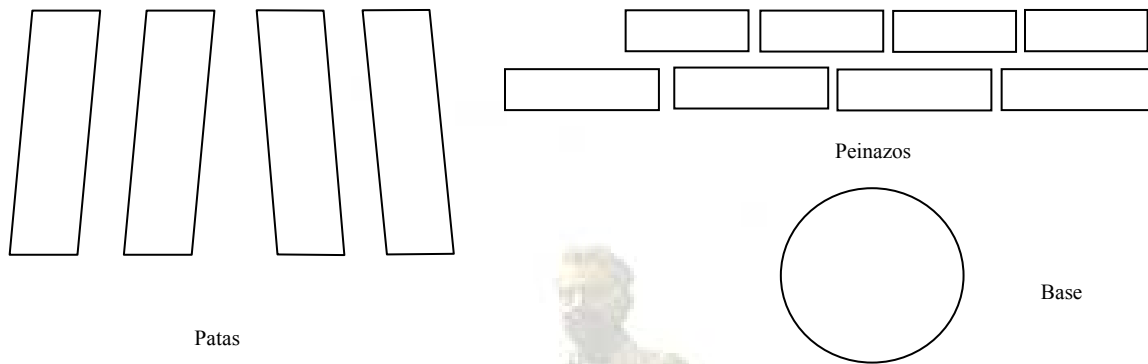

Figura No 5.
5. Corte y lijado de Partes: Corte las patas por las diagonales y peñales por las líneas verticales con ayuda de la sierra de ángulo compuesto (Instructivo para el uso de máquinas y herramientas “herramientas de banco”). Corte con ayuda de la caladora la base de la butaca (Instructivo para el uso de máquinas y herramientas “herramientas de banco”). Terminado de realizar los cortes lije inicialmente las partes con un papel lija de 80 y luego con papel lija de 120. Las partes deben quedar como lo muestra la figura No 5.